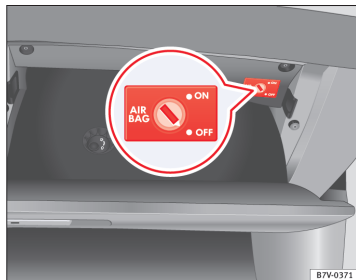

Fig. 19 I handskerummet: nøglekontakt til fra- og tilkobling af forsædepassagerens frontairbag
- Drej nøglekontakten til position **OFF** ⇒ Fig. 19 med bilnøglen.
- Drej nøglekontakten til position **ON** ⇒ Fig. 19 med bilnøglen.